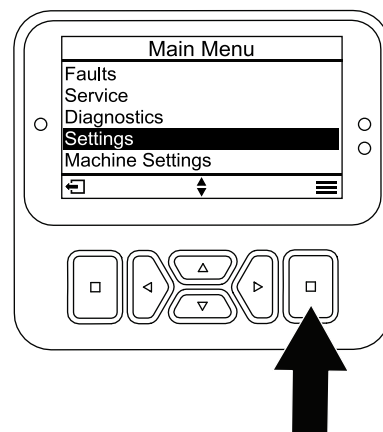

Bild 20
1. Blättern Sie vom HAUPTMENÜ zum Menü EINSTELLUNGEN und drücken Sie die Auswahl Taste (Bild 20).